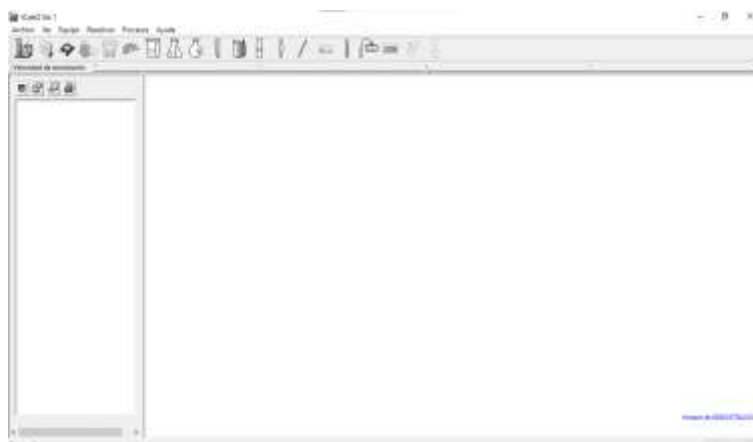

Figura 2. Espacio de trabajo del simulador.
- Descomprima el archivo que descargó en el paso anterior y dé doble clic sobre el archivo ejecutable (setup.exe). Aparecerá un espacio de trabajo como el que se muestra en la figura 2.